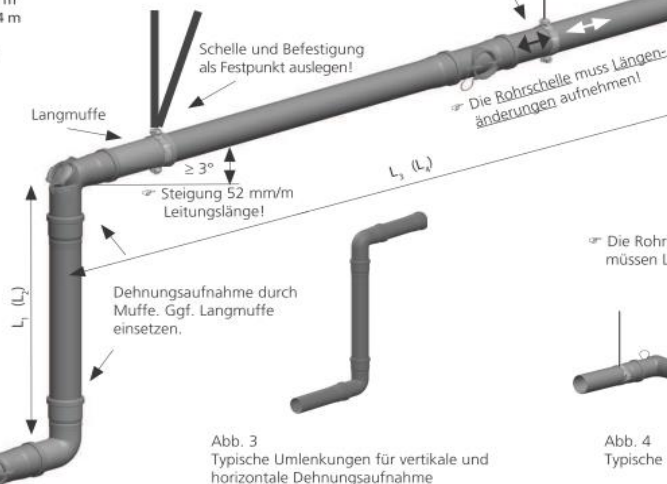

Abb. 3 Typische Umlenkungen für vertikale und horizontale Dehnungsaufnahme
- Konstruktive Umlenkungen und Leitungsschleifungen mit Bögen zur Vermeidung zweier Festpunkte (Abb. 3 und Abb. 4)